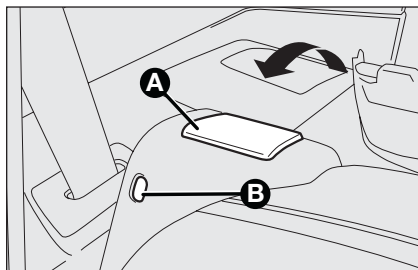

fig. 77
- ☐ levante la palanca **A**-fig. 77 de sujeción del respaldo y abátalo hacia delante para así conseguir un compartimiento de carga uniforme. El levantamiento de la palanca es confirmado por una “banda roja” **B**;